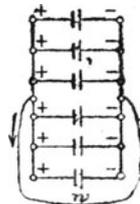

Fig. 23.
Elemente können entweder alle in Reihenschaltung (Hintereinanderschaltung) (Fig. 22) oder in Parallelschaltung (Fig. 23) oder in Reihenparallelschaltung (auch gemischte Schaltung genannt) (Fig. 24 a u. b) ver-
Ist in Fig. 23 m die Anzahl der parallel geschalteten Elemente, so wird
- b) alle Elemente nach Fig. 23 parallel geschaltet werden,